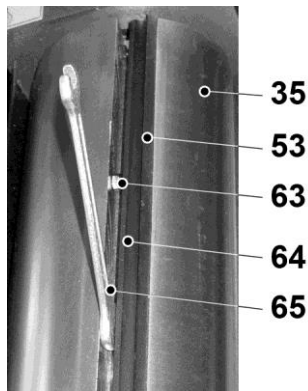

Рис. 31
15. ЗАМЕНА СТРОГАЛЬНЫХ НОЖЕЙ, Рис. 31; 32